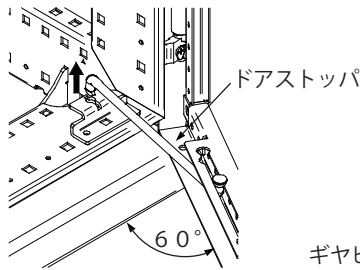

図 1 ドアストッパの外し方
- (1) 扉の開角度を約 60°に保ち、ドアストッパをフレームから外します。(図 1)